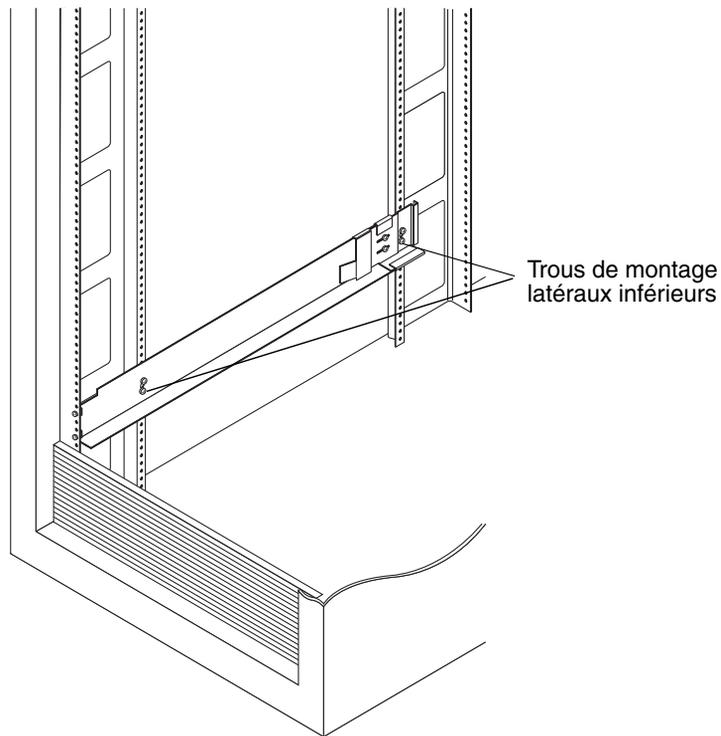

FIGURE 2-6 Insertion des vis dans les trous de montage latéraux inférieurs de l'armoire
10. À l'aide d'un tournevis cruciforme n°2, insérez deux vis 10-32 dans les trous de montage latéraux inférieurs des rails latéraux (FIGURE 2-6). Utilisez le trou 8 pour le premier plateau, le 11 pour le second. Répétez l'opération pour le rail droit.